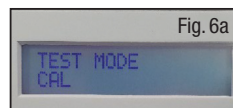

Fig. 6a
- Enchufe el cable de alimentación en la unidad de alimentación y en la toma de red. Encienda la unidad de alimentación, pulsando al mismo tiempo el botón de flecha hacia ABAJO. Una vez iniciada la alimentación, suelte el botón de flecha hacia ABAJO. Así podrá acceder al menú de prueba. La unidad de alimentación mostrará "MODE TEST CAL" (Fig. 6a).